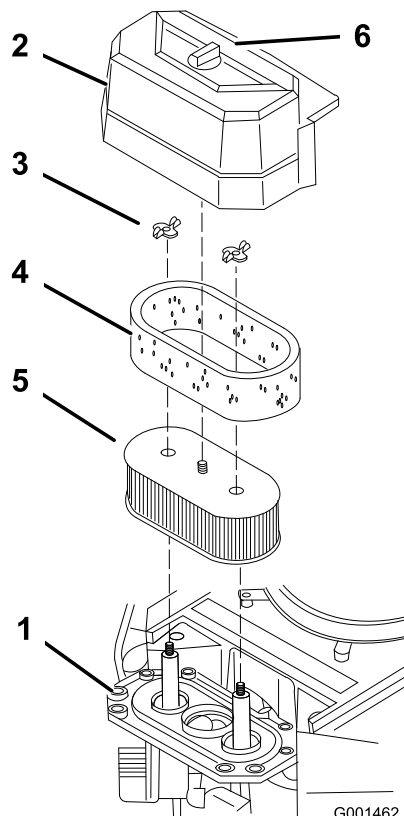

Figure 26
3. Nettoyez la surface autour du filtre à air pour éviter que des impuretés n'endommagent le moteur en tombant à l'intérieur (Figure 26).
4. Dévissez le bouton du couvercle et déposez le couvercle du filtre à air (Figure 26).
5. Dévissez les 2 écrous à oreilles et déposez l'ensemble filtre à air (Figure 26).
6. Sortez délicatement l'élément en mousse de l'élément en papier (Figure 26).
1. Ne nettoyez pas l'élément en papier. Remplacez-le toutes les 200 heures de fonctionnement (Figure 26).
1. Glissez délicatement l'élément en mousse sur l'élément en papier (Figure 26).
2. Posez l'ensemble filtre à air sur sa base et fixez-le en place avec les 2 écrous à oreilles (Figure 26).
3. Mettez le couvercle du filtre en place et serrez le bouton (Figure 26).